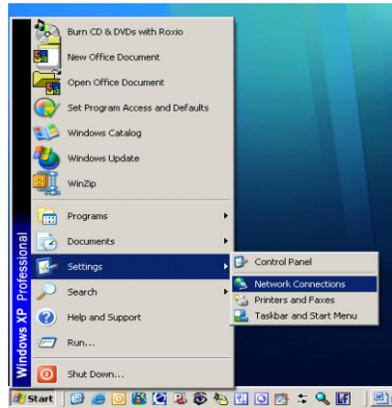

Figura D-4: Accesso alla schermata Connessioni di rete
5. In Windows, fare clic su AVVIO> Impostazioni > Collegamenti di rete (Figura D-4).